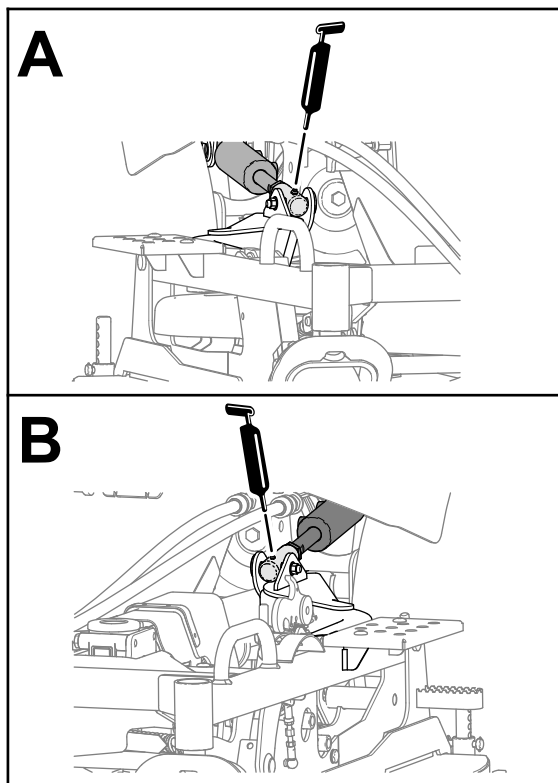

Figura 44
- Raccordi dell'asta per i cilindri di sollevamento del piatto (Figura 44).